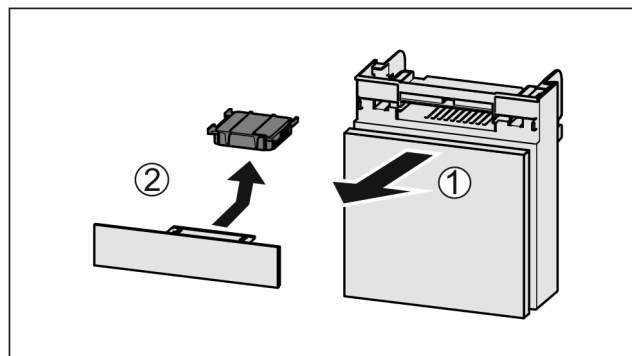

Fig. 36
- Vytiahnite zásuvku smerom dopredu Fig. 36 (1).
- Vyberte aktívny uhlíkový filter Fig. 36 (2).